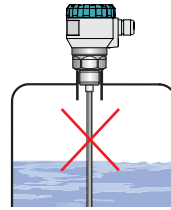

Abb. 6: Falsche Anschweißflanschmontage am Tank
- Das Stutzen- oder Anschweißflanschende **darf nicht** in die Innenbereiche des Tanks hineinragen, siehe Abb. 6.